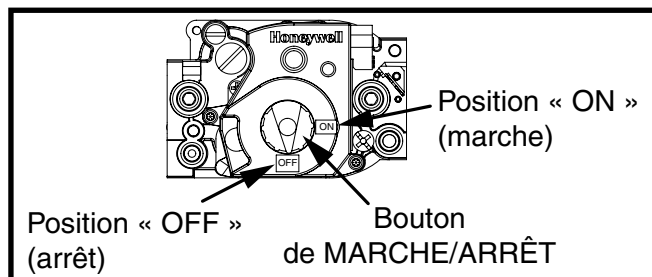
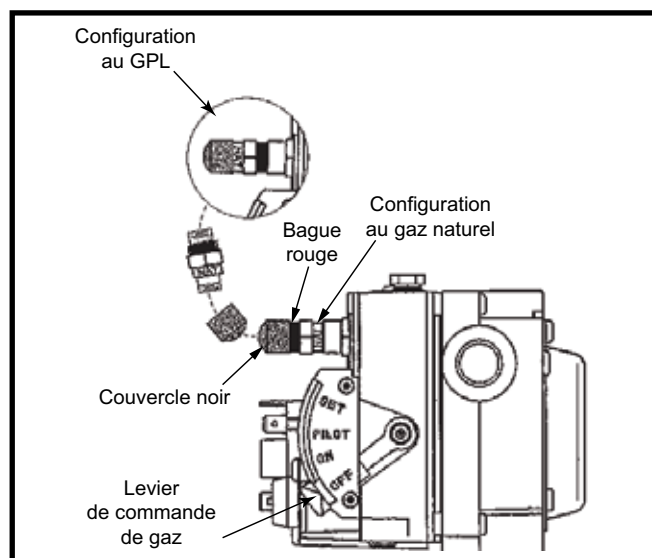

Figure 3. Robinet de gaz Honeywell
Figure 4. Robinet de gaz Robertshaw
2. L'interrupteur (à l'intérieur du compartiment de souffleur) est-il en position de marche (ON)? Voyez la Figure 3 (page 6).
5. Réglez l'interrupteur/le bouton de marche/arrêt du robinet de gaz en position OFF (arrêt). Consultez la Figure 3 ou la Figure 4 pour connaître le type de robinet de gaz et l'emplacement de l'interrupteur/du bouton de marche/arrêt.